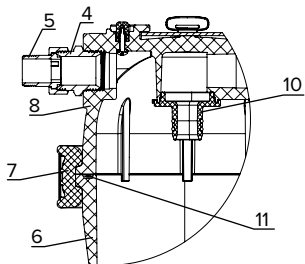

Рис. 2. Разрез по месту соединения коллектора и стакана
- Отсоедините быстроразъемные соединения (3), отвернув накидные гайки.
- Снимите водоочиститель с кронштейна (1), слейте из него излишки воды (около 2 литров); поставьте водоочиститель в подходящую емкость и, открутив гайку-барашек (9), снимите крепежный хомут (7) с корпуса.
- Снимите коллектор (8) и отсоедините фильтрующий модуль, сняв его с центрального штуцера (10) (рис. 2).
- При замене модуля промойте водой внутренние поверхности коллектора (8), стакана (6) и резиновое кольцо (11) (рис. 2).